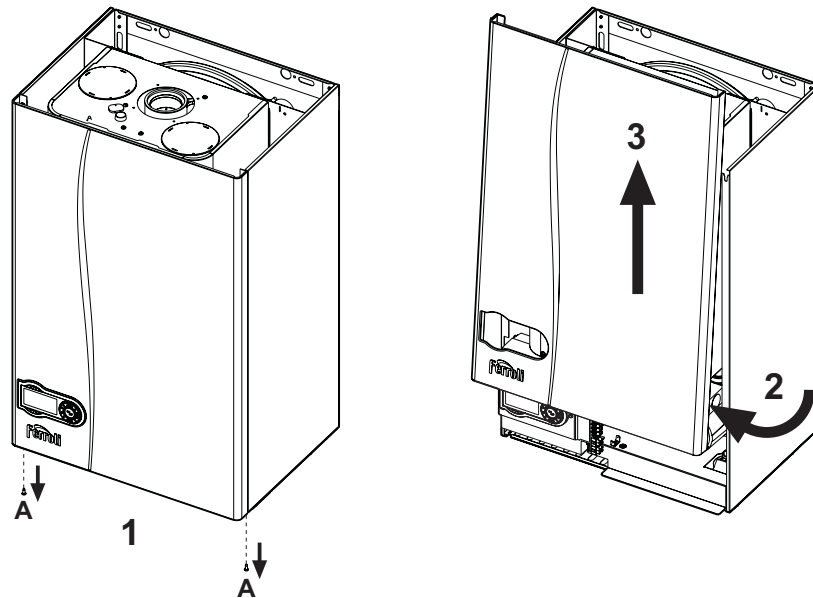

fig. 27 - Apertura mantello
1. Svitare le viti A (vedi fig. 27).
2. Ruotare il mantello (vedi fig. 27).